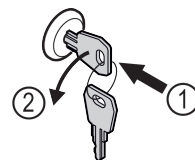

Fig. 170
- Paina avain lukkoon. Fig. 170 (1)
- Kierrä avainta 90° vastapäivään. Fig. 170 (2)